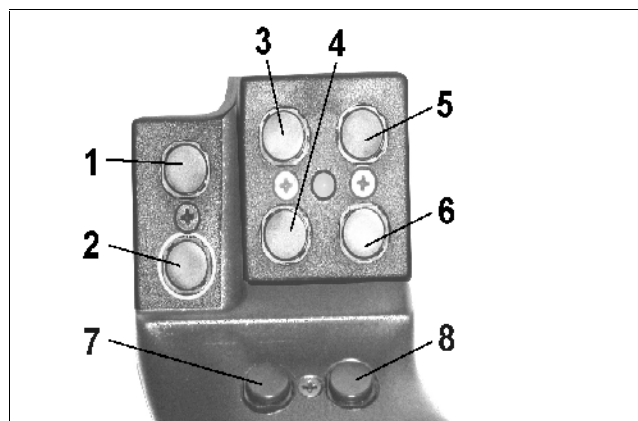
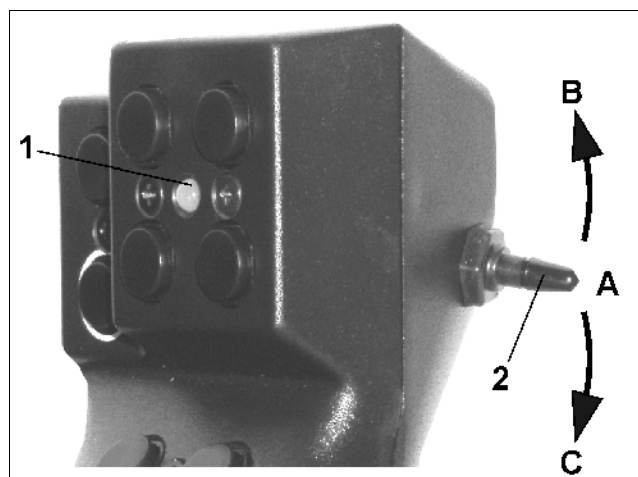

Fig. 46
Fig. 47
For at kunne betjene **AMATRON⁺** har Joysticket (Fig. 46) 8 taster (1 - 8) til rådighed. Derudover kan tasterne aktiveres tre gange ved hjælp af kontakten (Fig. 47/2).
-  middelstilling (Fig. 47/A) og kan vippes
-  op (Fig. 47/B) eller
-  ned (Fig. 47/C).
Kontaktens stilling bliver vist med et LED-lys (Fig. 47/1).